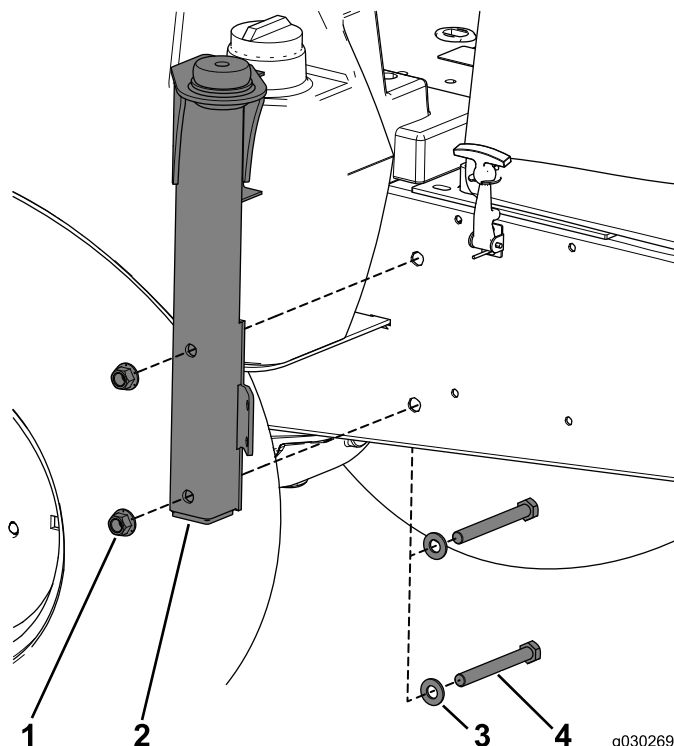

Figura 19
1. Fixe a montagem esquerda à máquina utilizando 2 parafusos (1/2 x 4-1/2 pol.), 2 anilhas pequenas e 2 porcas de bloqueio (Figura 19).